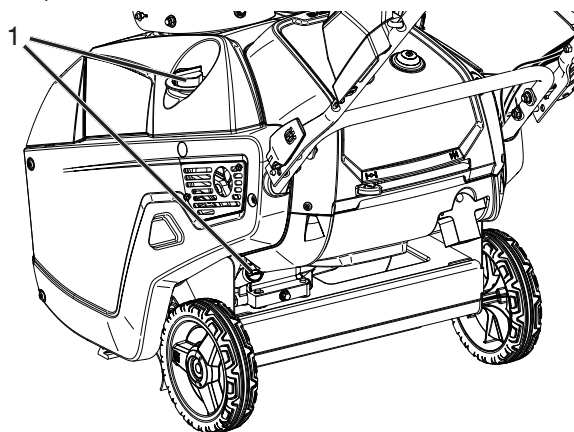

Figure 23
7. Nettoyer la zone autour du bouchon de remplissage d'huile/ de la jauge (Figure 23).